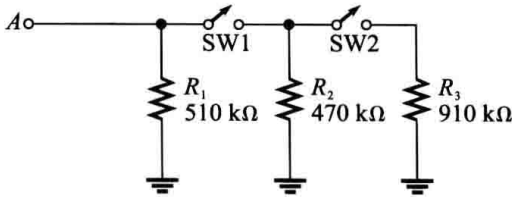

图 5-67 习题 36 图
36. 试问在下列条件下图 5-67 中 A 端与地之间的总电阻为多少？